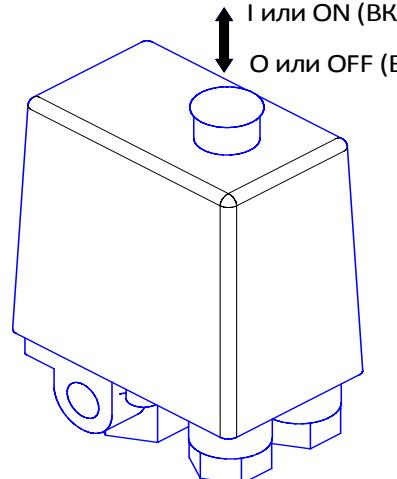

Рисунок 3
1 Проверьте, чтобы выключатель на прессостате находился в выключенном положении "O" или "OFF", в зависимости от исполнения (см. рисунок 3).
4 Включите компрессор выключателем на прессостате. Для этого необходимо переключить выключатель в положение "I" или "ON", в зависимости от исполнения (см. рисунок 3).
1 Выключить компрессор выключателем на прессостате. Для этого необходимо переключить выключатель в положение "O" или "OFF", в зависимости от исполнения (см. рисунок 3). После этого остановится электродвигатель и произойдет сброс давления из нагнетательного воздухопровода и поршневого блока.
- 1 Переключите выключатель на прессостате в положение "O" или "OFF", в зависимости от исполнения (см. рисунок 3).